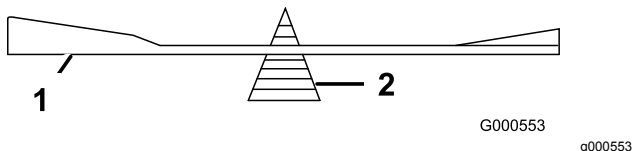

Bild 76
- Prüfen Sie die Auswuchtung des Schnittmessers auf einer Ausgleichsmaschine (Bild 76).